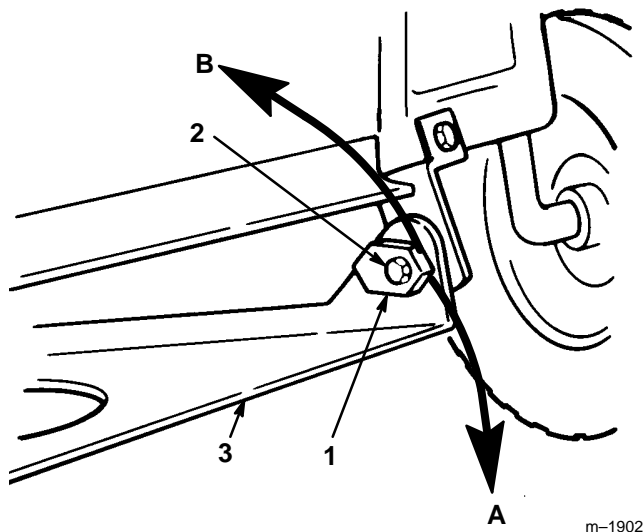

Figure 50
8. Pour régler l'inclinaison avant-arrière, visser ou dévisser les écrous spéciaux de réglage de l'inclinaison, des deux côtés des supports du pivot de la tondeuse (Fig. 50).
9. A l'aide d'une clé de 25 mm (1"), tourner lentement l'écrou de réglage d'inclinaison de gauche vers le bas pour relever l'avant du plateau, ou vers le haut pour l'abaisser (Fig. 50). Tourner l'écrou de réglage d'inclinaison jusqu'à ce que l'avant du plateau soit 6 à 16 mm (1/4" à 5/8") plus bas que l'arrière.